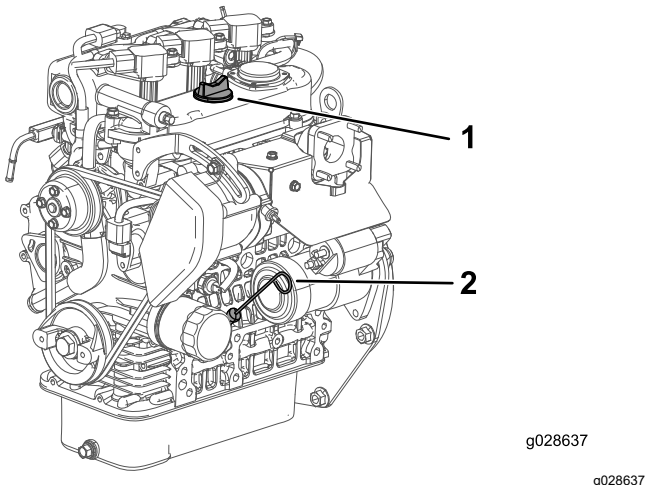

Figura 35
4. Scoateți joja și tergeți-o cu o lavetă curată (Figura 35).
5. Introduceți joja în tub și asigurați-vă că este introdusă complet (Figura 35).
6. Scoateți joja de ulei și verificați nivelul uleiului (Figura 35).
7. Dacă nivelul uleiului este scăzut, scoateți capacul bulei (Figura 35) și adăugați suficient ulei pentru a ridica nivelul la marcajul Full (Plin) de pe joja.
8. Instalați joja ferm (Figura 35).